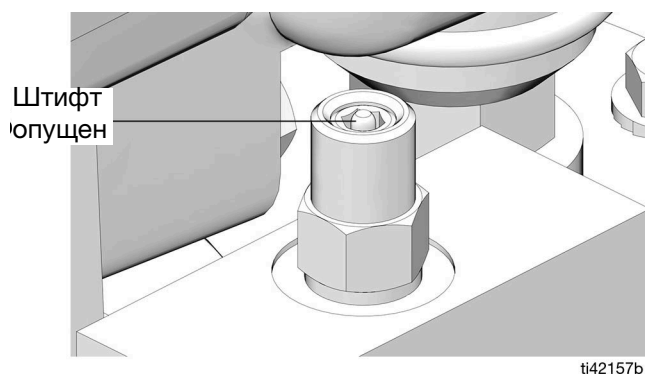

Рис. 2
3. Убедитесь, что штифт устройства отключения автозаполнения опустился в исходное положение (Рис. 2). См. руководство по эксплуатации устройства защиты от переполнения.
Убедитесь, что штифт клапана автоматического запорного устройства для заполнения опустился. См. Рис. 2 на стр. 5 и/или руководство по эксплуатации клапана защиты от переполнения.